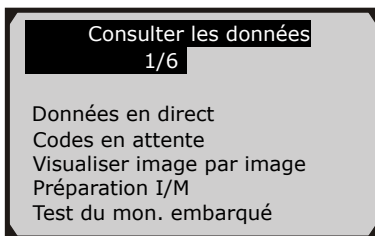

Figure 4.1
- 2) Utilisez le bouton de navigation **HAUT/BAS** pour sélectionner l'option souhaitée du menu **Consulter les données**, et appuyez sur le bouton **OK**. (Figure 4.1)